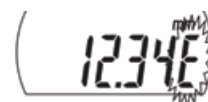

Fig. 5
2. Para os tipos digitais, a letra "E" apresentada no mostrador ao final dos dígitos numéricos durante o movimento do fuso, de início não indica uma falha. No entanto, se for exibido continuamente, entre em contato com o nosso serviço de assistência técnica. **(Fig. 5)**